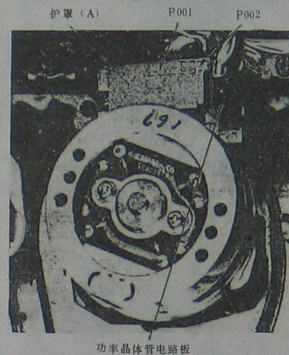
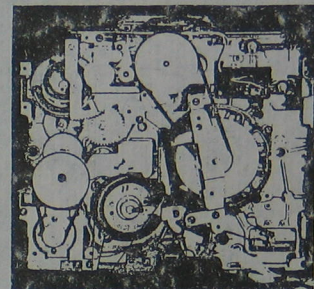
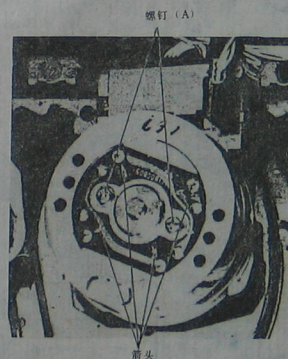

图 1-64 护罩 (A) 和功率晶体管电路板的拆卸
图 1-65 更换 DD 磁鼓组件旋出 (或拧紧) 的螺钉 (B)
图 1-66 磁鼓组件的拆卸 (或安装)
6) 参看图 1-66, 重新安装新的上磁鼓组件时, 要使 4 根导针插入箭头处的孔内, 然后, 拧紧两个螺钉 (A)。
(1) 拆下顶盖、底板、前面板和护罩板。然后, 打开底部的主电路板。
(2) 参看图 1-64, 拆下护罩 (A), 取下功率晶体管电路板。
(3) 参看图 1-64、图 1-65, 旋出 3 个螺钉 (B), 并将接线器 P001 和 P002 脱开。其中, P001 连接到主电路板和伺服电路部分, 而 P002 连接到磁头放大器/亮度 (2) 电路板。
(4) 参看图 1-66, 在有箭头 (白色箭头) 处用烙铁及一段铜编织线吸走焊锡, 焊开 4 根导针。
(5) 参看图 1-66, 旋出两个螺钉 (A)。然后, 小心地向上提起磁鼓组件, 使之离开轴。
(7) 重新焊好 4 根导针, 并连接接线器 P001 和 P002。
(8) 参看图 1-65, 将 DD 磁鼓组件安装到底座上, 并拧紧 3 个螺钉 (B)。
(9) 参看图 1-64, 将功率晶体管电路板插上, 重新装上护罩 (A)。